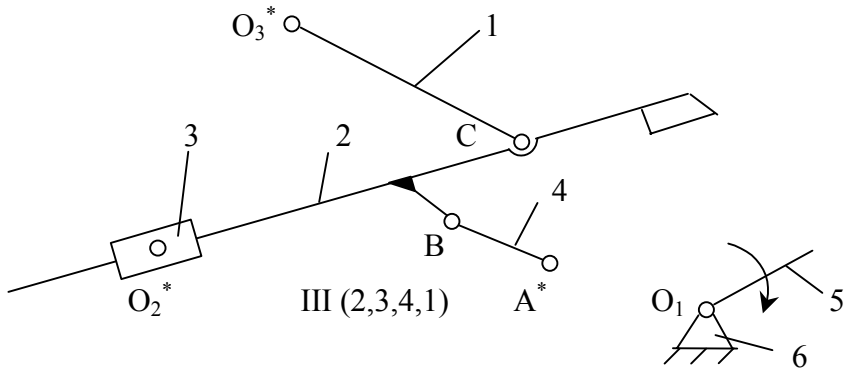

Рис.1.3 – Розкладання механізму ножа з початковою ланкою 5 на структурні групи та початковий механізм
- Механізм ножа з початковим механізмом (1,6) II класу. Якщо ведучою ланкою буде ланка 5, то формула побудови механізму буде:  $I(5,6) \rightarrow III(4,3,2,1)$ , тоді механізм буде механізмом III класу (рис.1.3).